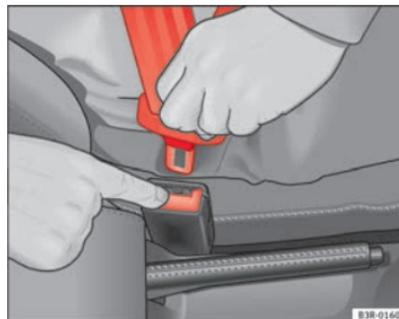

Fig. 15 Retirar la lengüeta del cierre del cinturón ▶
- Pulse la tecla roja que hay en el cierre del cinturón ⇒ fig. 15. La lengüeta del cierre es expulsada hacia fuera ⇒ ⚠.